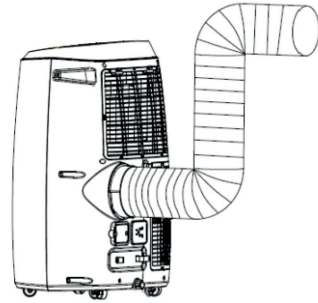

Abb. 6
- Überprüfen Sie stets die korrekte Montage des Abluftschlauchs (Abb. 6)